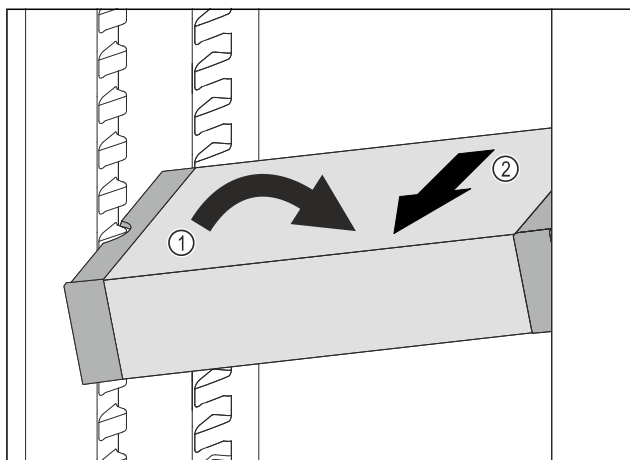

Fig. 207
- Встановити VarioSafe під кутом в охолоджувальному відділенні. Fig. 207 (1)
- Витягнути VarioSafe вперед. Fig. 207 (2)